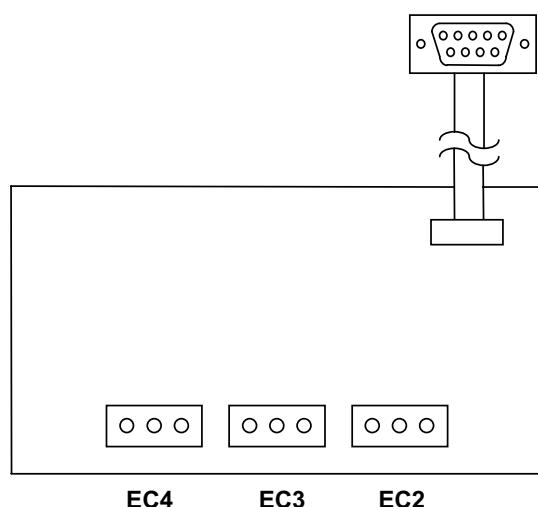

Fig. 2 / Abb. 2
3. Brancher aux connecteurs EC2, EC3 et EC4 le système de signal choisi (Fig. 2) :
3. Connect the indicator system selected to the connectors EC2, EC3, and EC4 (**Fig. 2**):
3. Collegare ai connettori EC2, EC3, EC4 il sistema di segnalazione scelto (**Fig. 2**):
3. Verbinden Sie das gewählte Signalisierungssystem mit den Anschlüssen EC2, EC3, EC4 (**Abb. 2**):
3. Conecte a los conectores EC2, EC3, EC4 el sistema de señal elegido (**Fig. 2**):